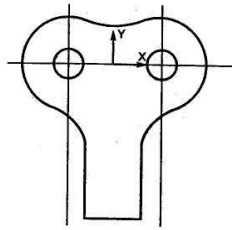

Рис. 58
11. По команде Вод окружности  строим две окружности диаметром 10,2 мм, вводя в «строке параметров» окружности в окне <rad> радиус окружности 10,2/2 по команде <Alt>+<R>. Нажмите <Enter> (см. рис. 58).